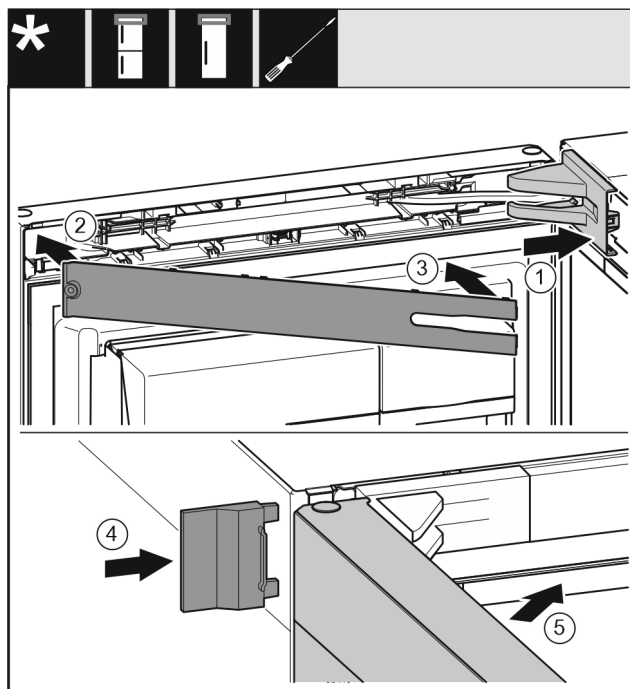

Fig. 71
- ▶ 放上并插入托架盖 Fig. 71 (1)，如有必要小心地按压分开。
- ▶ 盖上隔板 Fig. 71 (2)。
- ▶ 转入隔板 Fig. 71 (3) 并卡入到位。
- ▶ 插入外盖 Fig. 71 (4)。
- ▶ 关闭冰箱上方门 Fig. 71 (5)。